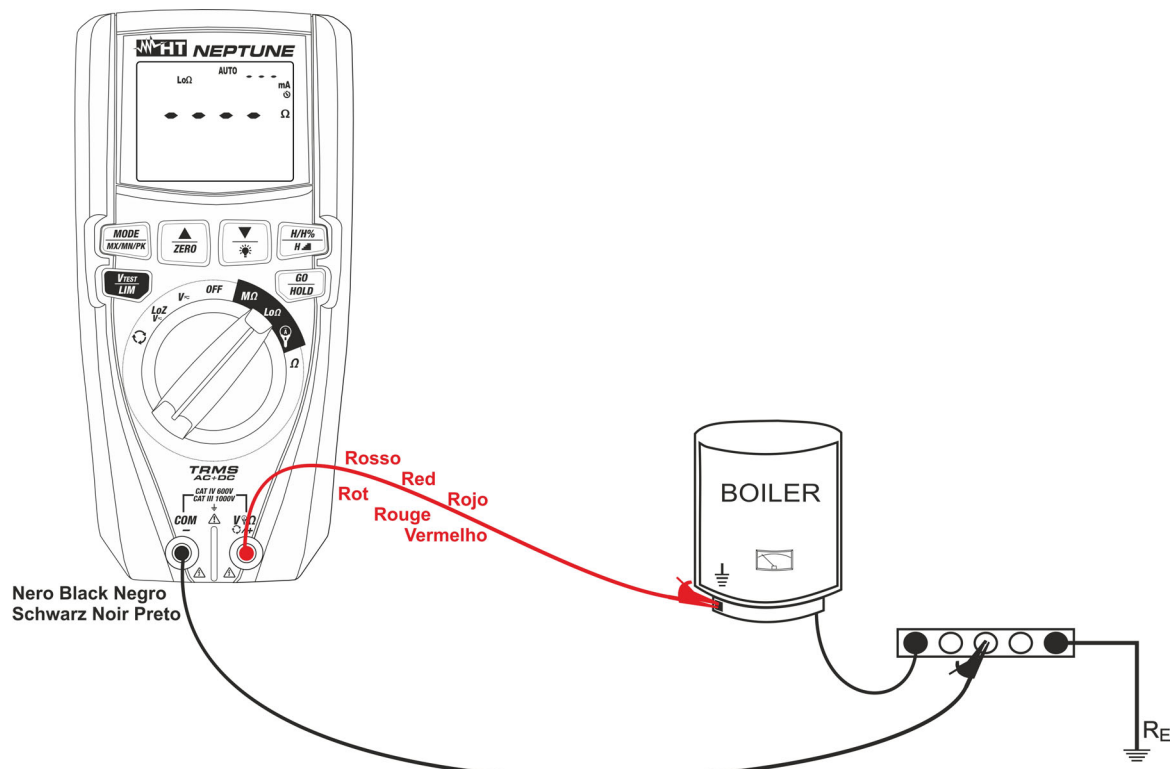

Fig. 25: Utilisation de l'instrument pour mesure de continuité en mode AUTO
7. Introduire le conducteur rouge dans la borne d'entrée **V $\Omega$ ⊗/+** et le conducteur noir dans la borne d'entrée **COM/-** et brancher l'instrument à l'installation contrôlée (voir Fig. 25)